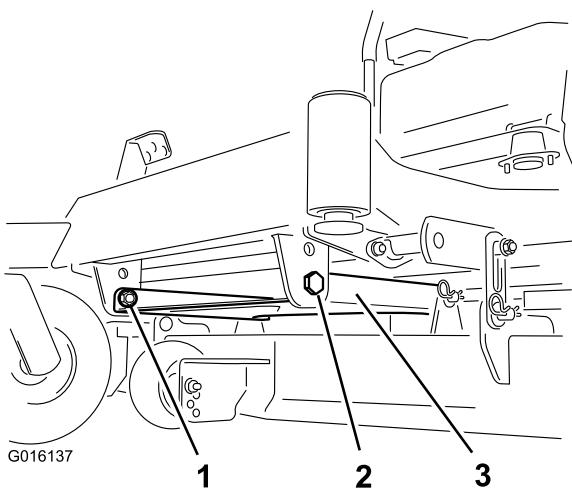

Figura 1
2. En todas las máquinas Titan MX y todas las máquinas que tengan carcasa de corte de 60 pulgadas, retire los 2 pernos y tuercas que sujetan la parte delantera de la chapa de suelo de la carcasa de corte (Figura 1).
usando los pernos y las tuercas que retiró anteriormente (Figura 1).